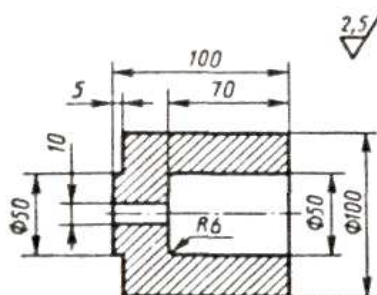

Рис. 29
2.Разработайте процесс изготовления поковки детали (рис. 29) методом горячей объемной штамповки на кривошипном горячештамповочном прессе. При выполнении работы: описать сущность процесса горячей объемной штамповки и указать области ее применения; привести схему пресса и описать его работу; установить температурный интервал штамповки и способ нагрева заготовки; составить чертеж поковки и определить ее массу; с учетом Технологических отходов определить объем, массу и длину исходной заготовки; выбрать переходы штамповки и привести эскиз инструмента; перечислить все операции технологического процесса изготовления поковки, выполняемые в кузнечном цехе; описать механизацию технологического процесса штамповки. Материал детали - сталь 40X